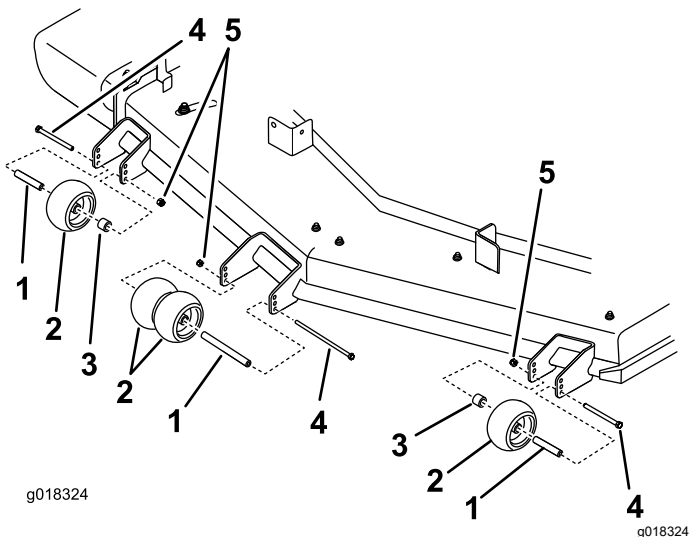

Figure 20
- Veillez à monter les entretoises et les bagues (Figure 20).